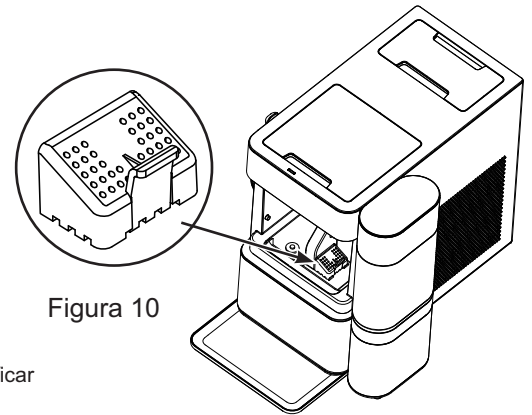

Figura 10
- Instale el filtro (si está presente) e instale el desviador. (Figura 10)